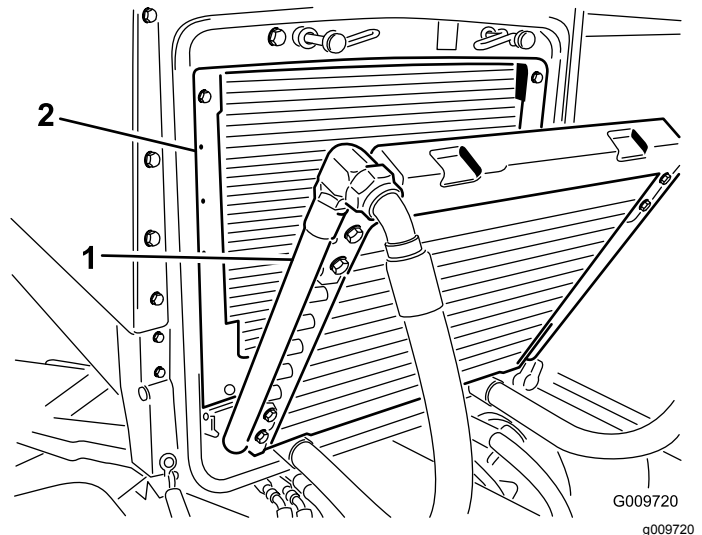

Bild 52
3. Kippen Sie den Ölkühler nach hinten. Reinigen Sie beide Seiten des Ölkühler- und des Wasserkühlerbereichs (Bild 52) gründlich mit Druckluft. Blasen Sie Rückstände von vorne nach hinten heraus. Reinigen Sie dann von hinten und blasen Sie nach vorne. Wiederholen Sie dies mehrmals, bis alle Rückstände entfernt sind.